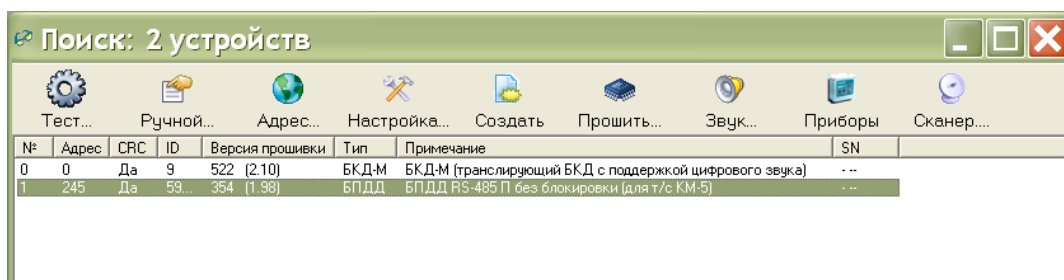

Рисунок 11 - Поиск адресных устройств
5) Выполнить команду поиска устройств «БКД/Поиск устройств...» (рисунок 11).
4) Выполнить команду поиска устройств «БКД/Поиск устройств...». В таблице в столбце «Версия прошивки» будет указан номер версии встроенного программного обеспечения. Для обновления программного обеспечения следует в окне «Поиск» выбрать строку с требуемым БПДД, нажать на кнопку «Прошить...» (рисунок 11).